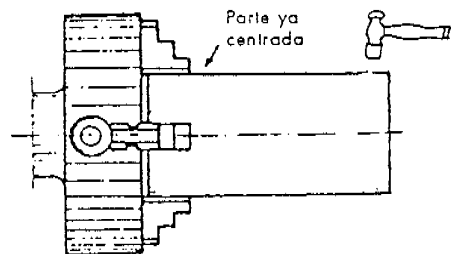

Figura 7
- 3. Cuando el material es muy largo, se hace el centrado de la parte próxima al plato, con uno de los procedimientos ya indicados y después, se centra el extremo golpeando con un martillo de plástico (Figura 7) antes de apretar totalmente.